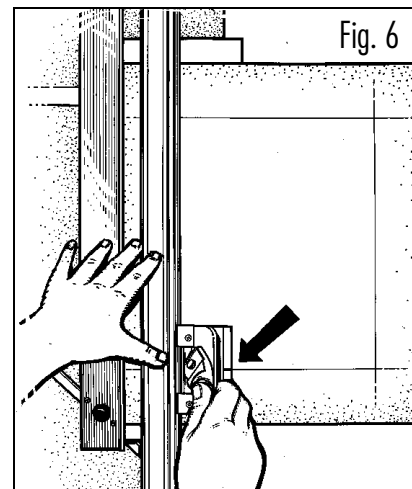

Fig. 6
- 6 Spingere la lama dentro il cartoncino e tagliare fino a che la linea di colore argento sia sovrapposta sulla linea superiore, tracciata a matita (Fig. 6)